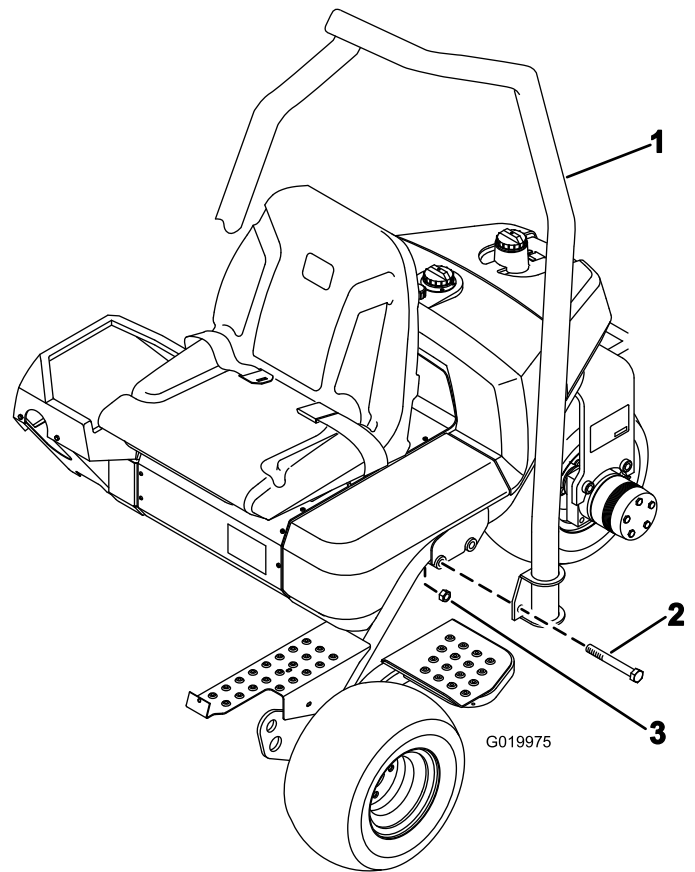

図 7
1. ROPS の上部の湾曲部が機体の前方を向くようにROPSを配置する（図 7）。
2. ROPS をフレームの上に降ろし、取り付け穴に整列させる（図 7）。
3. ROPS の左右それぞれをフレームに固定する；ボルト（2本）（5/8 x 4-1/2 インチ）と、ロックナットを 図 7 のように使用する。183-223 N-m（18.7-22.8 kg.m=135-165 ft-lb）にトルク締めする。